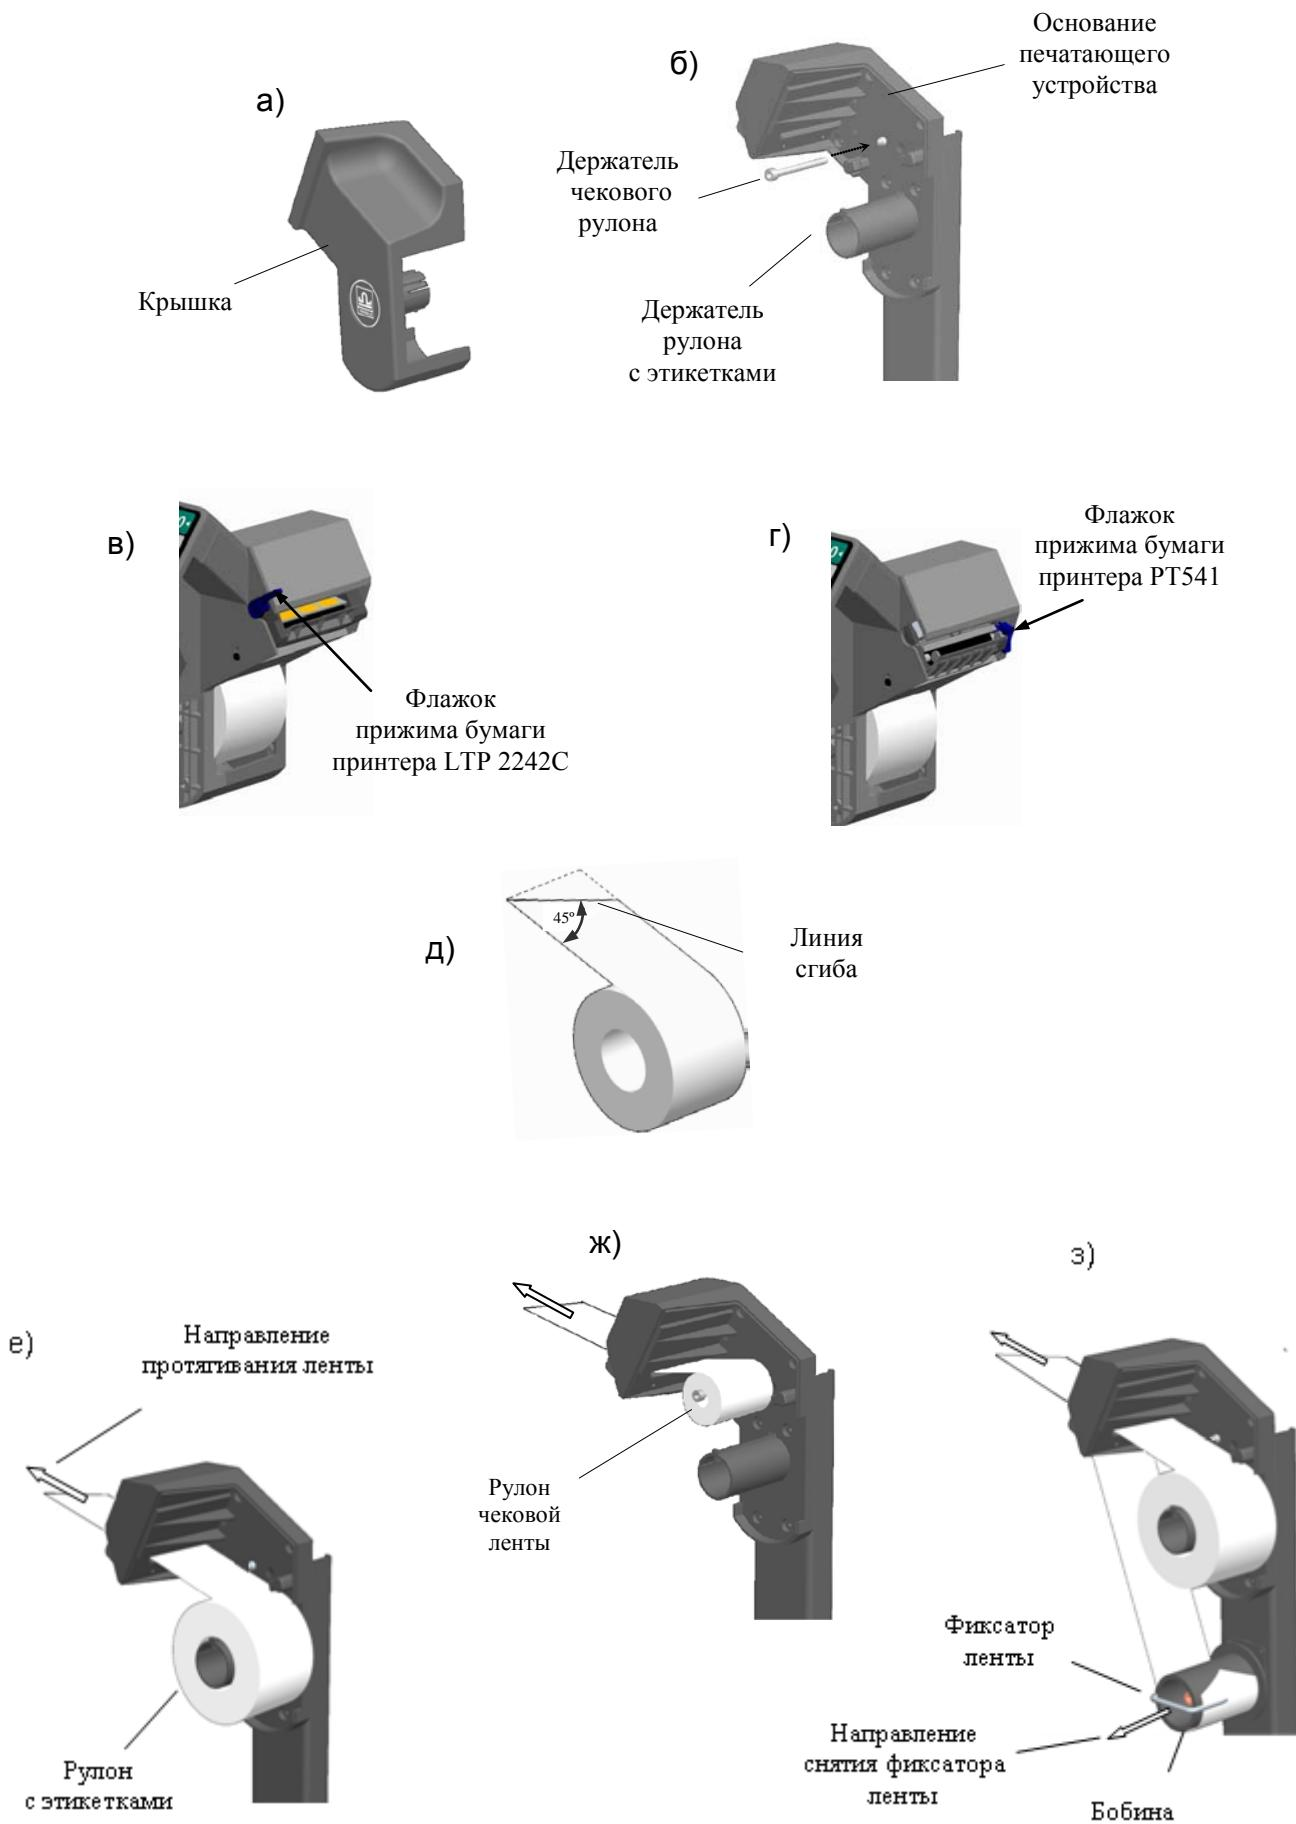

Рис. 2.3 – Установка рулона в терминалах RP и R2P Дополнить картинку
Для работы с чековой лентой в терминале необходимо установить держатель чекового рулона (рис. 2.3 б), который входит в комплект поставки.
- Легким рывком снять крышку печатающего устройства (Рис. 2.3 а, б).
- Поднять флагок прижима бумаги (Рис. 2.3 в, г).
- Плотно согнуть конец ленты нового рулона под углом 45° (Рис. 2.3 д).
- Надеть рулон на соответствующий держатель (Рис. 2.3 е, ж).
- Протянуть согнутый конец ленты через принтер в направлении, указанном стрелками (Рис. 2.3 е, ж).
- Снять фиксатор с бобины (Рис. 2.3 з).